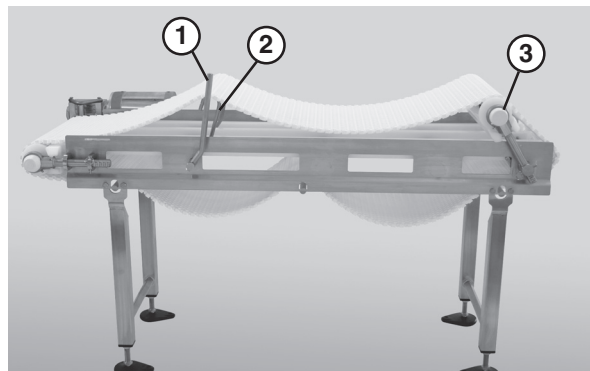

Abbildung 26
2. Verwenden Sie gegebenenfalls die Haltegriffe der Hebevorrichtung (Abbildung 26, item 1), um die Hebevorrichtungen (Abbildung 26, item 2) anzuheben, und heben Sie die Spitze an (Abbildung 26, item 3).